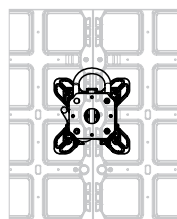

Fig. D1.02b
- a cavallo di 2 pannelli, per congiungerne i bordi (Fig. D1.02b)